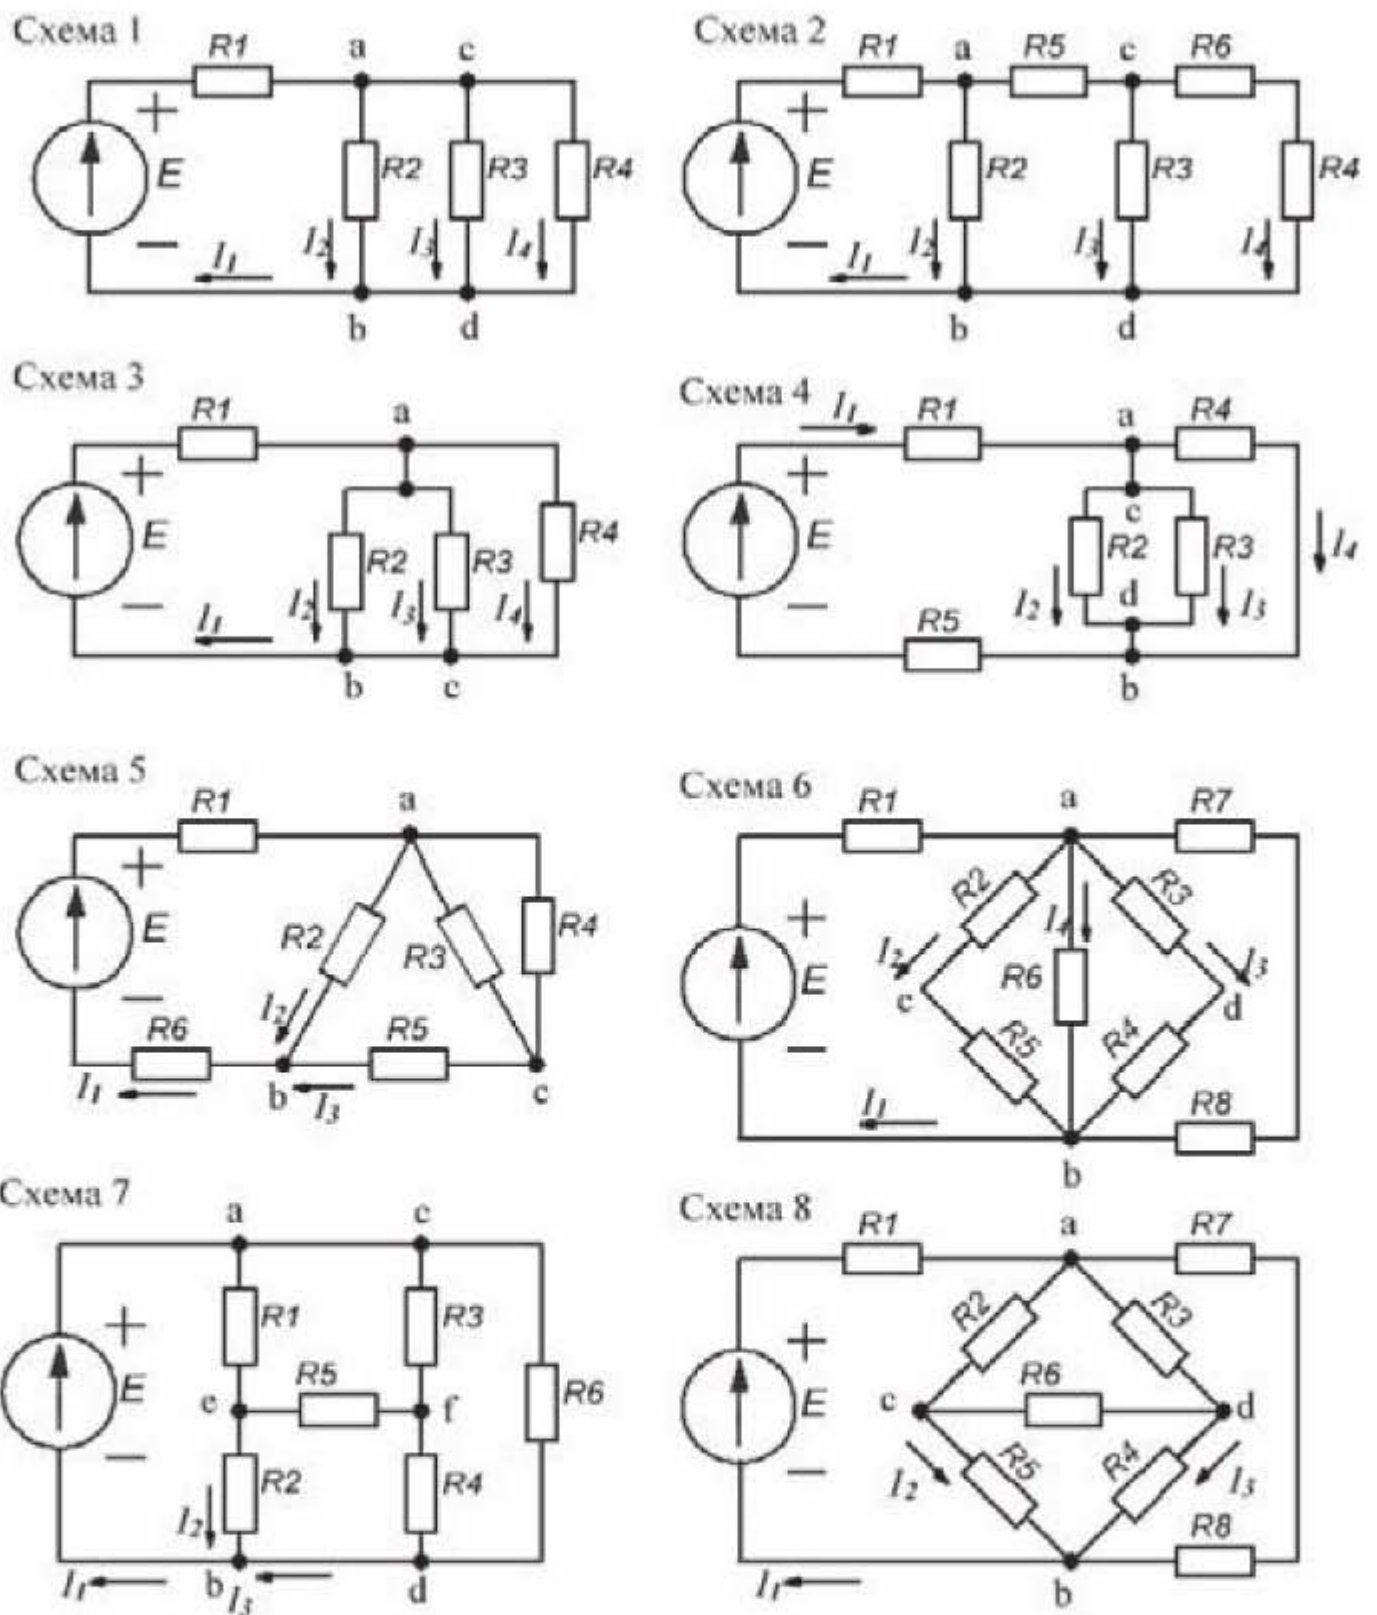

Рис. 2.21. Расчетные схемы постоянного тока
1. Схема 1 (рис. 2.21): $E=12$ В; $R_1=27$ Ом; $R_2=33$ Ом; $R_3=15$ Ом; $R_4=44$ Ом. Найти токи: I_1 ; I_2 ; I_3 ; I_4 .
2. Схема 2 (рис. 2.21): $E=12$ В; $R_1=22$ Ом; $R_2=38$ Ом; $R_3=13$ Ом; $R_4=52$ Ом; $R_5=17$ Ом; $R_6=25$ Ом. Найти токи: I_1 ; I_2 ; I_3 ; I_4 .
3. Схема 3 (рис. 2.21): $E=12$ В; $R_1=29$ Ом; $R_2=52$ Ом; $R_3=35$ Ом; $R_4=30$ Ом. Найти токи: I_1 ; I_2 ; I_3 ; I_4 .
4. Схема 4 (рис. 2.21): $E=12$ В; $R_1=27$ Ом; $R_2=36$ Ом; $R_3=23$ Ом; $R_4=56$ Ом; $R_5=27$ Ом. Найти токи: I_1 ; I_2 ; I_3 ; I_4 .
5. Схема 5 (рис. 2.21): $E=12$ В; $R_1=22$ Ом; $R_2=22$ Ом; $R_3=23$ Ом; $R_4=31$ Ом; $R_5=12$ Ом; $R_6=66$ Ом. Найти токи: I_1 ; I_2 ; I_3 .
6. Схема 6 (рис. 2.21): $E=12$ В; $R_1=22$ Ом; $R_2=13$ Ом; $R_3=33$ Ом; $R_4=52$ Ом; $R_5=17$ Ом; $R_6=29$ Ом; $R_7=22$ Ом; $R_8=72$ Ом. Найти токи: I_1 ; I_2 ; I_3 ; I_4 .
7. Схема 7 (рис. 2.21): $E=12$ В; $R_1=129$ Ом; $R_2=88$ Ом; $R_3=69$ Ом; $R_4=12$ Ом; $R_5=17$ Ом; $R_6=8$ Ом. Найти токи: I_1 ; I_2 ; I_3 .
8. Схема 8 (рис. 2.21): $E=12$ В; $R_1=42$ Ом; $R_2=63$ Ом; $R_3=33$ Ом; $R_4=22$ Ом; $R_5=17$ Ом; $R_6=19$ Ом; $R_7=92$ Ом; $R_8=72$ Ом. Найти токи: I_1 ; I_2 ; I_3 .